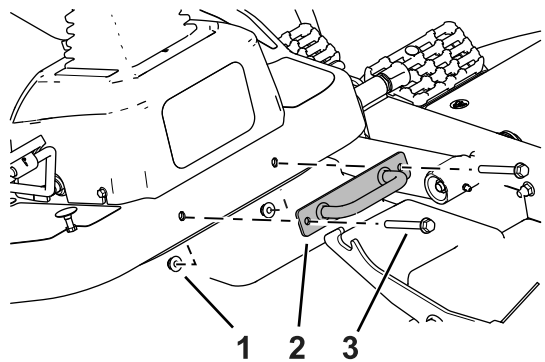

Figure 4
6. Déposez le verrou avant du plateau de coupe à l'avant de la machine (Figure 4). Conservez le verrou et les fixations.